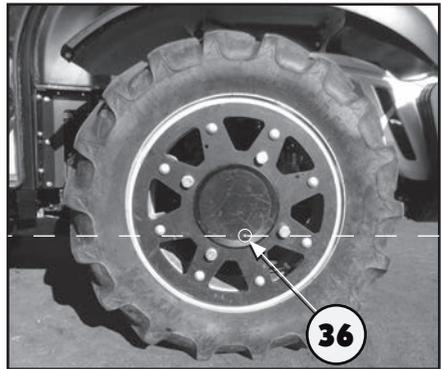

Abb. 6.46
- Den Traktor so positionieren, dass sich der Stopfen (36 Abb. 6.46) im tiefst gelegenen Bereich des Traktors befindet;